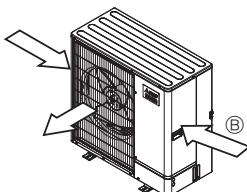

Fig. 2-4
- Pokud je to možné, umístěte jednotku tak, aby výstup vzduchu směřoval v pravém úhlu k obvyklému směru větru. (Fig. 2-4)